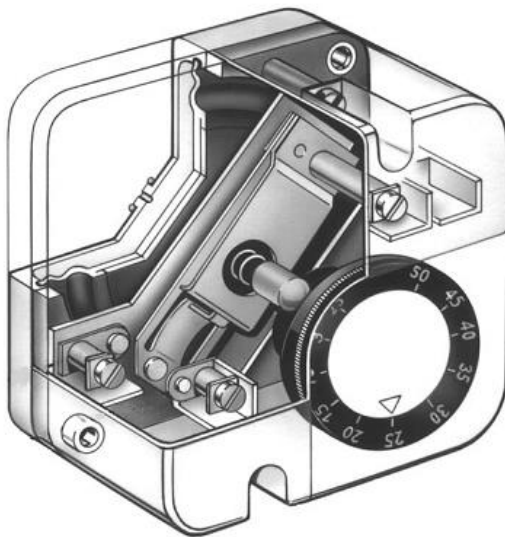

Рисунок 2.9 – Реле настройки минимального давления газа
2.4.22.1 Для настройки реле давления газа (рисунок 2.9) необходимо подключить манометр к месту измерения 1 на DMV и микроамперметр для измерения контрольного тока. При определении точки срабатывания необходимо обратить внимание на то, чтобы значение было не меньше половины регулировочного давления, а значение СО составляло не больше 1000 ppm. При этом необходимо следить за контрольным током.
- 4) Настроечное колесико реле давления газа медленно поворачивать вправо (рисунок 2.9), пока не произойдет штатное отключение горелки.